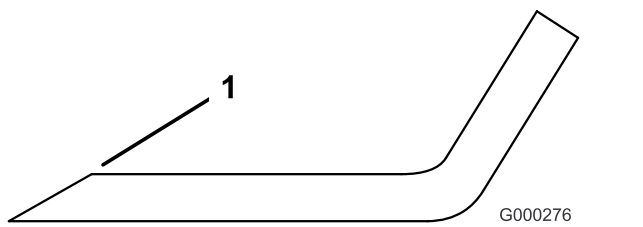

Figure 88
- Au moyen d'une lime, aiguissez les tranchants à chaque bout de la lame (Figure 88). Veillez à conserver l'angle de coupe d'origine. Limez la même quantité de métal sur chacun des deux tranchants pour ne pas déséquilibrer la lame.